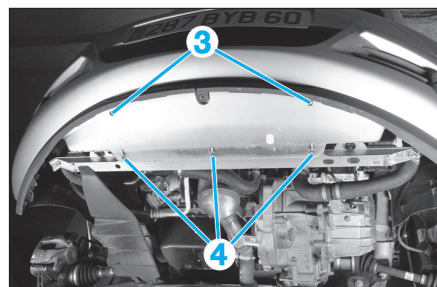

Fig. 3
- les vis de fixation inférieures (3) et (4) (Fig.3)